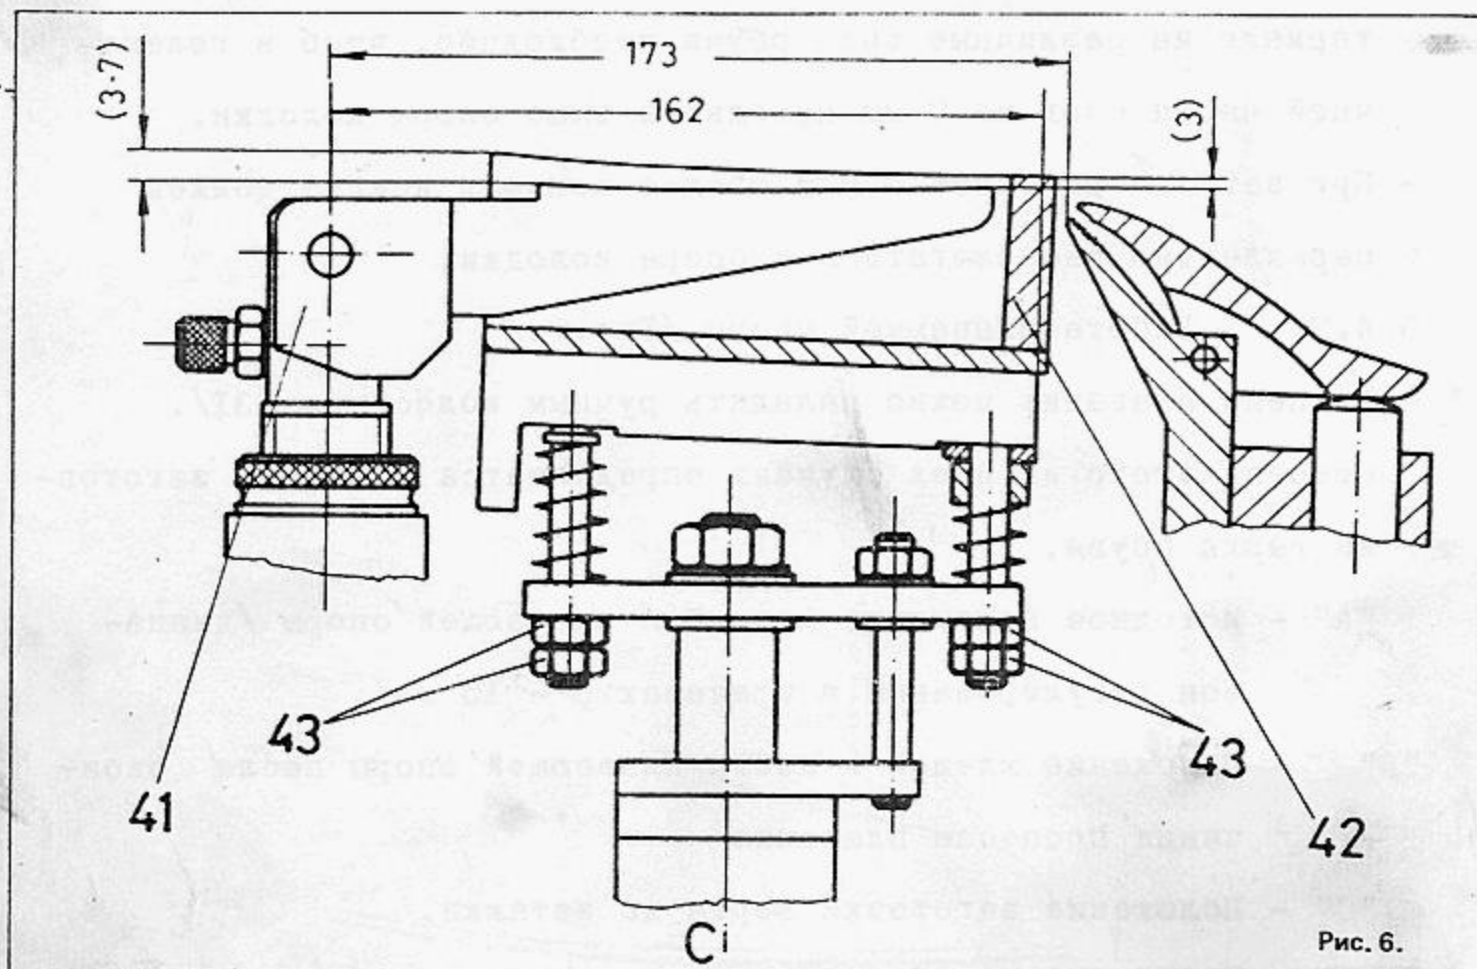

Рис. 6.
6.4.6. Наладка обода с соплами /Рис.6./